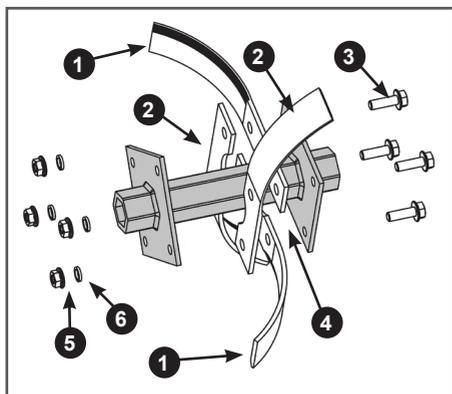

Рис. 17. Установка ножей на внутренний фланец основной секции оси фрезы
3. Установите ножи на внутренний (со стороны редуктора) фланец основной секции оси (Рис. 17). Со стороны редуктора вставьте в отверстия во внутреннем фланце 4 оси болты 3, далее в соответствии с рисунком 17 на внутренний фланец с внешней его стороны установите правые ножи 1 (имеющие изгиб в сторону от редуктора), затем, как показано на Рис. 17 установите левые ножи 2 (имеющие изгиб к редуктору). После этого установите пружинные шайбы 6 и закрутите гайки 5 (Рис. 17). Затяните все резьбовые соединения.